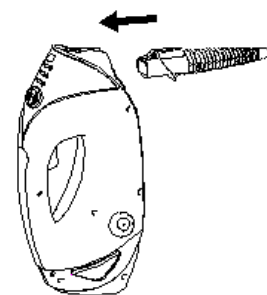

fig.12
- Fixez d'abord la buse à vapeur directe sur le nettoyeur à vapeur portatif jusqu'à ce qu'il se mette en place avec un déclic. (fig.12)